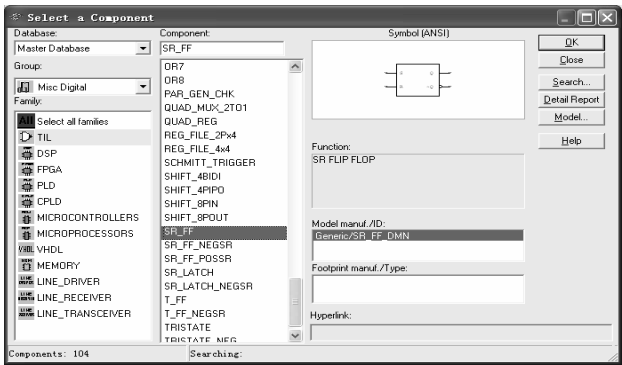

图 3-33 其他数字元器件库
8) 其他数字元器件 (Misc Digital Components) 库: 实际上是用 VHDL、Verilog-HDL 等其他高级语言编辑的虚拟元器件按功能存放的数字元器件, 不能转换为版图文件, 如图 3-33 所示。